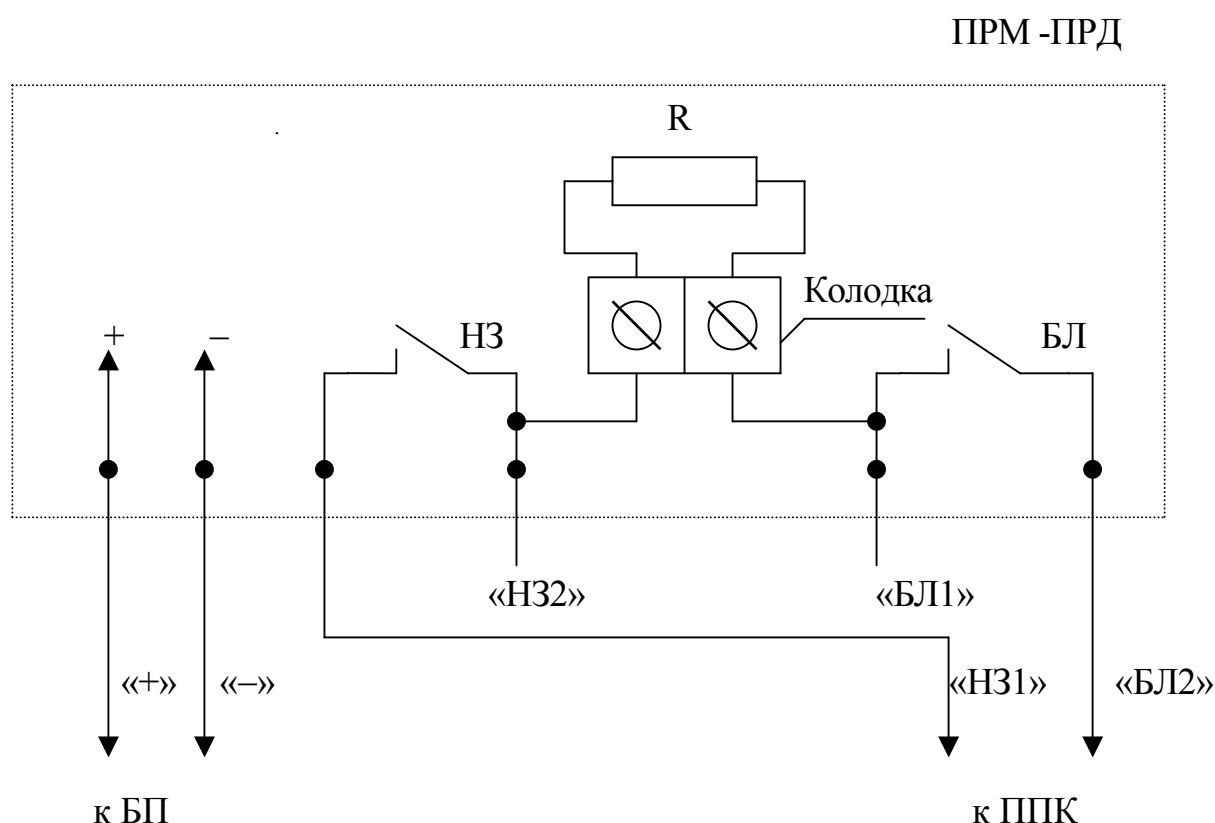

Рисунок 2 – Подключение извещателя с объединенными выходными цепями.
1.1.3 Извещатель формирует извещение о тревоге (далее по тексту – извещение) в виде размыкания выходной цепи “НЗ1–БЛ2” (рисунок 2) и включения светового индикатора при: